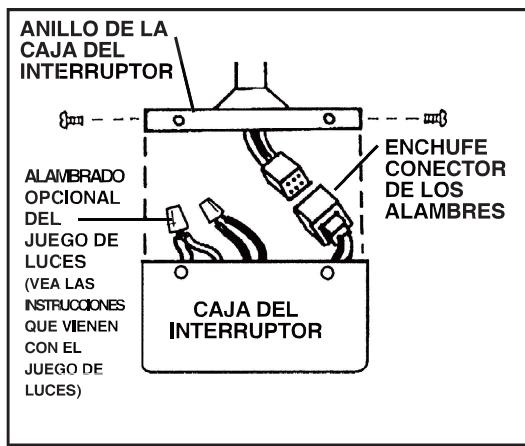

FIG. 17
Paso 1. Saque los tornillos del anillo de la caja del interruptor. Mientras sostiene la caja del interruptor debajo de su ventilador, una los enchufes conectores de los alambres. (Fig. 17) Despues empuje la caja del interruptor hacia arriba, hacia el anillo de la caja del interruptor, de tal forma que los agujeros queden alineados. Vuelva a poner los tornillos y apriételos.